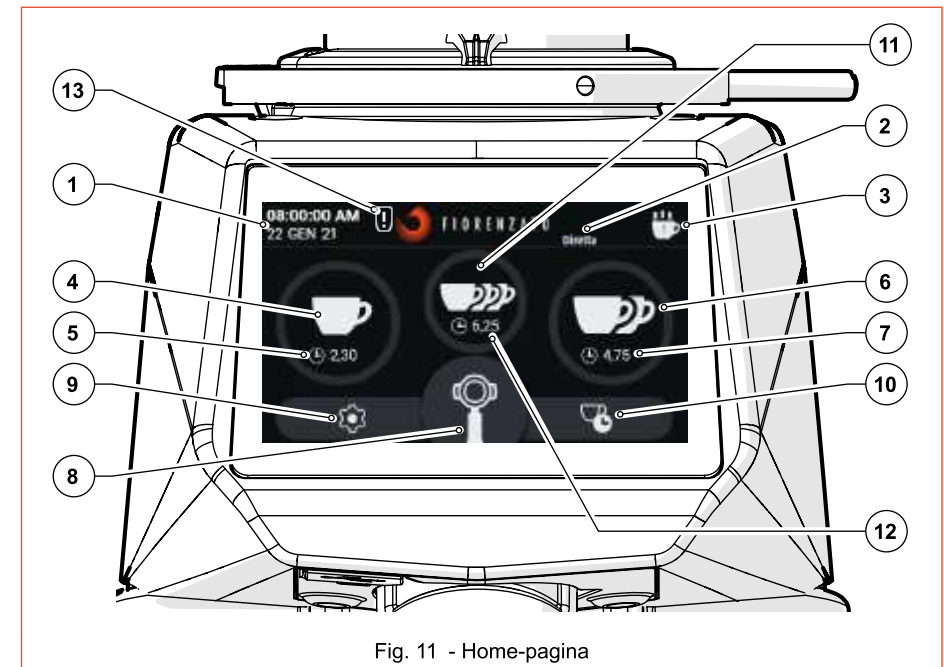

Fig. 11 - Home-pagina
Fig. 11 Toont de HOME-pagina met een beschrijving van de functietoetsen en aanwezige weergavevelden. De HOME-pagina kan worden aangepast in het "Menu Instellingen". De afbeelding in de figuur kan dus verschillen van wat daadwerkelijk op uw apparaat wordt weergegeven wanneer het voor het eerst wordt ingeschakeld.
Met betrekking tot Fig. 11 zijn de weergavevelden en functietoetsen aanwezig in de HOME-pagina:
Om naar het Menu instellingen te gaan, druk op de functietoets  die altijd zichtbaar is linksonder op de display (zie Fig. 11 Ond. 9). Zodra het commando is gegeven, laadt de display het menu voor de selectie van de te wijzigen parameter en/of de te activeren/deactiveren functie, door eenvoudig naar beneden te scrollen in de lijst met mogelijke opties totdat het gewenste item is gevonden. Het menu Instellingen bevat de volgende opties:
Selecteer de gewenste dosis (enkel, dubbel of drievoudig, indien ingeschakeld) door op de relevante functietoets te drukken (zie Fig. 11 Ond. 4, 6 of 11). Het icoon van de ingedrukte toets begint te knipperen om aan te geven dat de selectie heeft plaatsgevonden.
Druk op de toets met gehandhaafde actie “**Manueel Malen**” (zie Fig. 11 Ond. 8) om het continu malen te starten. Het malen stopt automatisch wanneer de toets wordt losgelaten.
Druk op de functietoets voor de enkele, dubbele of drievoudige dosis (zie Fig. 11 Ond. 4, 6 of 11); wanneer het commando wordt gegeven, start het malen van de gewenste dosis onmiddellijk.
In deze bedrijfsmodus is de microschakelaar voor de activering uitgeschakeld en zijn alle toetsen voor de selectie van de dosis (zie Fig. 11 Ond. 4, 6, 8 en 11) activeerbaar.
In deze bedrijfsmodus wordt manueel gemalen (zie Fig. 11 Ond. 8) en zijn de toetsen voor de selectie van de enkele, dubbele en drievoudige dosis (zie Fig. 11 Ond. 4, 6 en 11) uitgeschakeld.
Selecteer de gewenste dosis (enkel, dubbel of drievoudig, indien geactiveerd) door op de relatieve functietoets te drukken (zie Fig. 11 Ond. 4, 6 of 11). Na de selectie begint het icoon van de ingedrukte toets te knipperen om aan te geven dat de selectie heeft plaatsgevonden en blijft actief tot een andere dosis wordt gekozen. Druk de microschakelaar voor de activering met de filterbeker (eenmaal) in om de gekozen dosis te malen.
In deze bedrijfsmodus blijft ook het manueel malen (zie Fig. 11 Ond. 8) ingeschakeld.
- Na elke afgifte worden de tellers van de statistieken aangepast (zie Fig. 11 Ond. 3). In de statistieken komt het continu malen (zie Fig. 11 Ond. 8) overeen met een toename van het aantal afgiftes met één eenheid. De maalcycli worden in het geheugen opgeslagen, ook als de optie “Statistieken tonen” in het menu Technische instellingen is uitgeschakeld.
Wanneer het manueel malen (Fig. 11 Ond. 8) is uitgeschakeld, kan de relatieve functietoets niet worden geselecteerd en wordt deze grijs weergegeven.
Activeert (🟢) of deactiveert (🔴) de weergave van de functietoets “Statistieken” op het HOME-scherm (zie Fig. 11 Ond. 3).